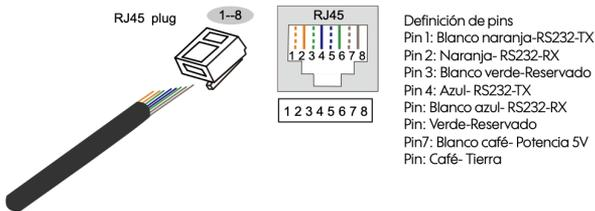

Figura 2-11 Definición de los pines de RS232
2. El puerto RS232 se utiliza para la comunicación del puerto serie RS232, que es para lograr la comunicación de la tarjeta SNMP externa. El puerto RS232 adopta un conector RJ45. La definición de los pines se muestra en la Figura 2-11.